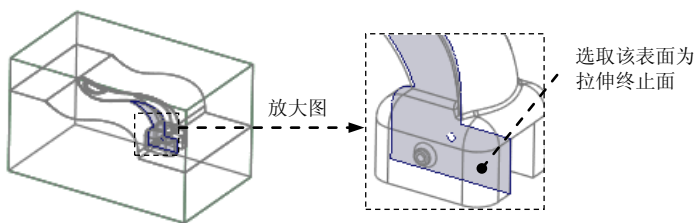

图 6.17 定义拉伸终止面
(4) 设置深度选项。
① 在操控板中选取深度类型  (到选定的)。
② 选取图 6.17 所示的平面为拉伸终止面。
③ 在“拉伸”操控板中单击  按钮，完成特征的创建。
(5) 在 **编辑模具体积块** 操控板中单击“确定”按钮 ，完成体积块的创建。